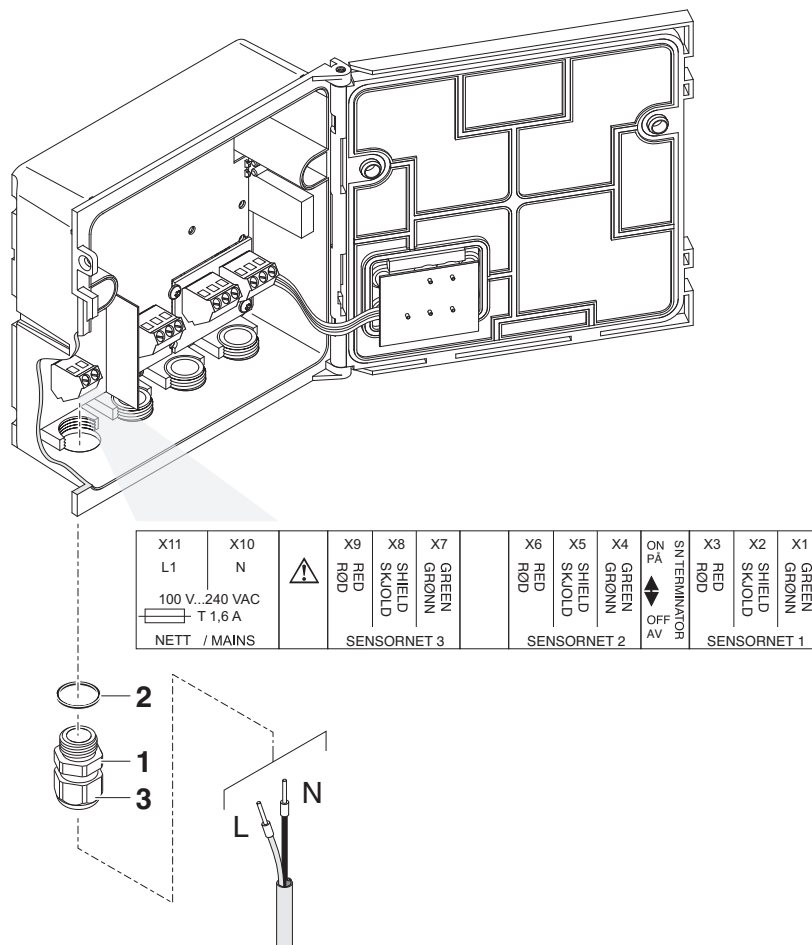

Fig. 3-2 Koble til kraftledningen.
- 6 Skru kabelgjennomføringen (pos. 1 i Fig. 3-2) med tetningsringen (pos. 2) inn i modulhuset.
- 7 Løsne koblingsringen (pos. 3).
- 10 Stram koblingsringen (pos. 3).